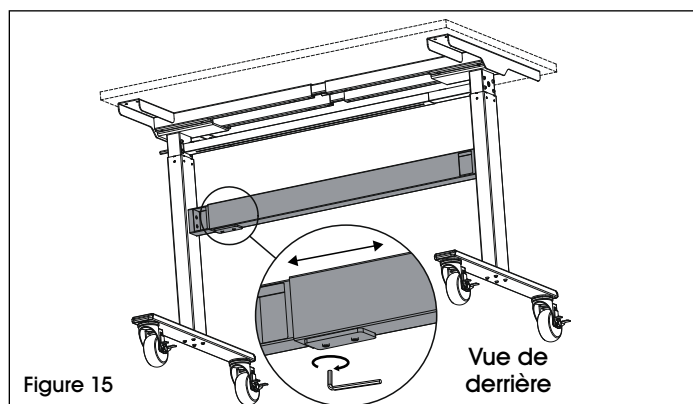

Figure 15
12. Positionnez le longeron entre les colonnes de levage en l'alignant sur les plaques de montage latérales. Le trou d'accès dans le longeron doit être orienté vers l'arrière de l'établi. Desserrez les boulons Allen sur la partie inférieure du longeron pour étendre celui-ci à la largeur des colonnes de levage. (Voir Figure 15)